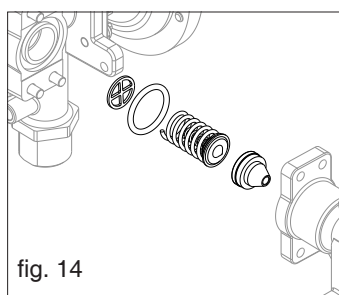

fig. 14
- Extrair a mola grande e o conjunto válvula de modulação/mola pequena (fig. 14)
- Montar a válvula e a mola grande prestando atenção ao sentido de introdução e certificar-se de que o disco perfurado que guia a mola está na posição correta (fig. 14)